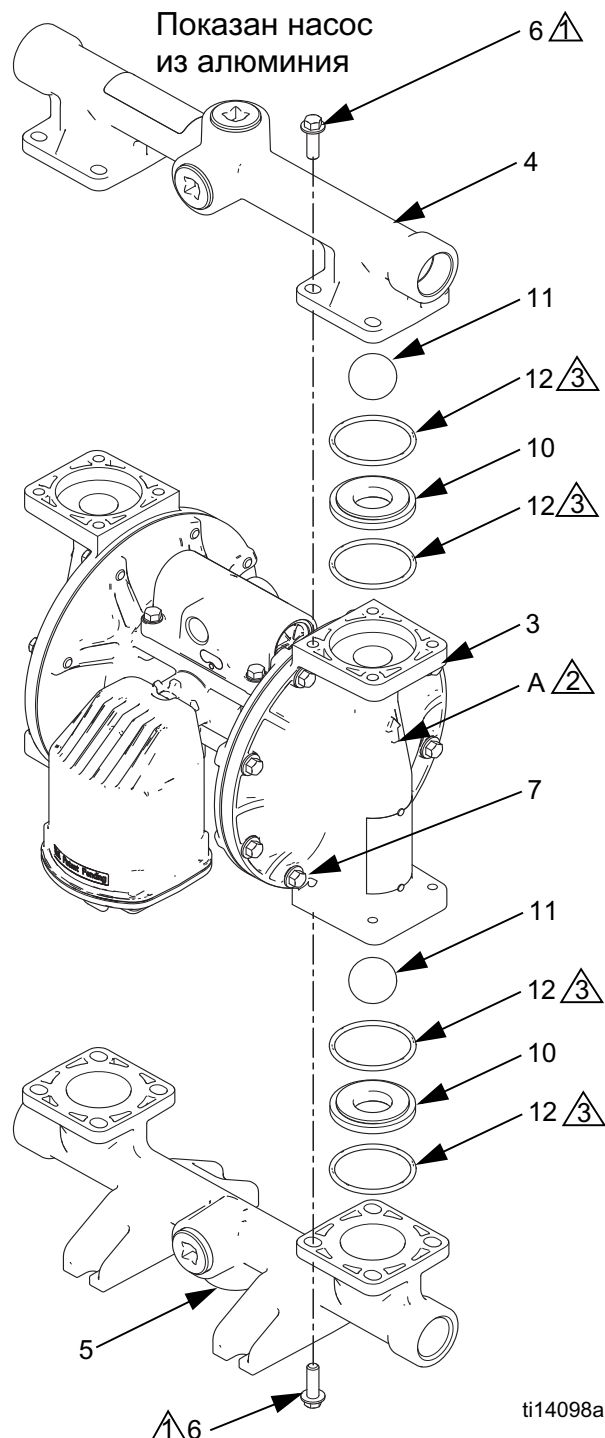

Рис. 7. Сборка шарового обратного клапана
3. Используйте торцевой гаечный ключ на 10 мм для снятия креплений выпускного коллектора (6). См. Рис. 7.
4. Снимите уплотнительные кольца (12, на некоторых моделях не используются), седла (10) и шарики (11).
5. Переверните насос и снимите впускной коллектор. Снимите уплотнительные кольца (12, на некоторых моделях не используются), седла (10) и шарики (11).
2. Соберите в обратном порядке, учитывая все примечания, указанные на Рис. 7. Убедитесь, что шаровые обратные клапаны (10-12) и коллекторы (4, 5) собраны точно так, как показано на рисунке. Стрелки (A) на крышках жидкостной секции должны указывать в сторону выпускного коллектора (4).
- ⚠ Стрелка (A) должна указывать в сторону выпускного коллектора.